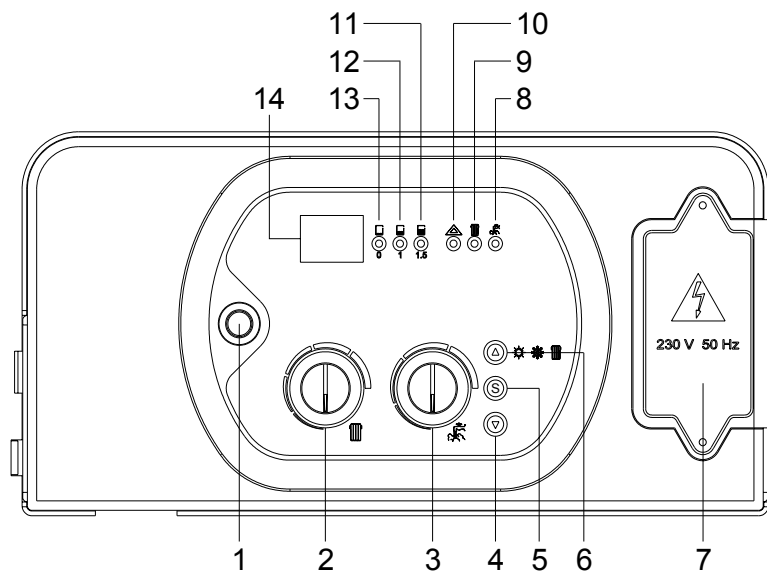

Рис. 1
- ⇒ Система защиты от размораживания работает, если котел включен кнопкой ПИТАНИЕ (поз.1, рис. 1) и осуществляется подача газа. Производитель не несет ответственности за ущерб, вызванный невыполнением данных требований.
ОРГАНЫ УПРАВЛЕНИЯ (рис. 1)
- Установите выключатель питания (1) в положение ВКЛ (нажатое) (см. рис. 1);
Зимний и летний режимы (Рис. 1 стр.1)
Температура воды в контуре отопления регулируется ручкой 2 (рис. 1, стр.1).
Температура воды в контуре ГВС задается ручкой 3 (рис. 1, стр.1).
Если сработала блокировка котла (горит индикатор 10, рис. 1 стр. 1):